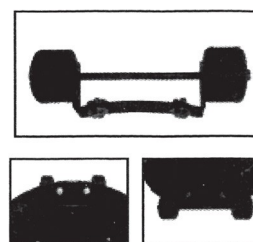

Fig. 4
**Fixarea ansamblului de roți pe bază (Fig. 4)**